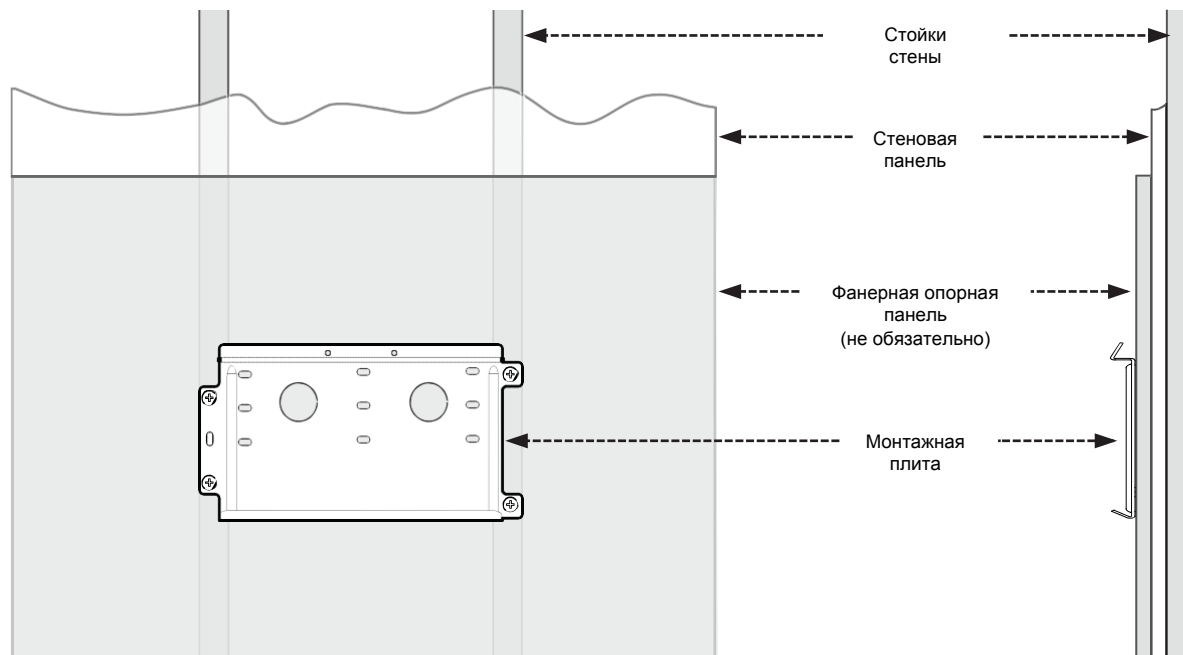

Рис. 2-4. Монтажная плита, отцентрированная на стойках стены
3. Пользуясь уровнем, закрепите на стене первый монтажный кронштейн. Убедитесь, что монтажная плита отцентрирована на стойках стены, как показано на рис. 2-4. Для закрепления монтажной плиты пользуйтесь рекомендованными крепежными изделиями (см. табл. 2-1).